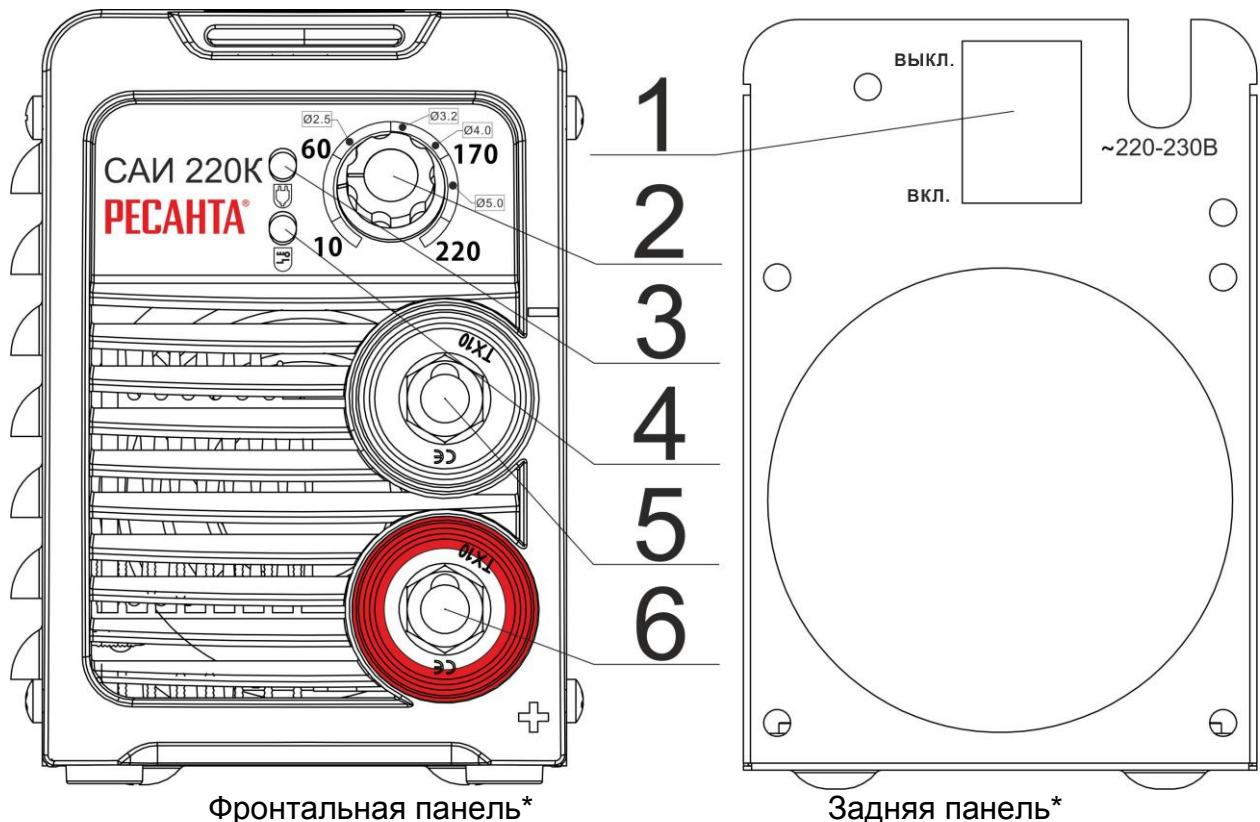

рис. 1
Изделие выполнено в металлическом корпусе. На передней панели имеется регулятор величины сварочного тока (рис.1 поз.2), индикатор "сеть" (рис.1 поз.3), индикатор "перегрев" (рис.1 поз.4), а также силовые разъемы подключения сварочных кабелей (рис.1 поз.5,6). Аппарат оснащен принудительной системой вентиляции, ввиду этого, категорически запрещается закрывать чем-либо вентиляционные отверстия в корпусе.
1. Присоединить к силовым клеммам (см. рис.1 поз. 5 и 6) аппарата кабель с электрододержателем и кабель заземления в зависимости от требуемой для данной марки электрода полярности. В большинстве случаев кабель с электрододержателем подсоединяется к плюсовой клемме, а кабель заземления (масса) к минусовой клемме.
2. Убедиться в том, что выключатель "Сеть" (рис.1 поз. 1) находится в положении "ВЫКЛ".
- Убедиться в том, что регулятор (рис.1 поз. 2) находится в положении минимального сварочного тока.
- Включить аппарат выключателем "Сеть" (рис.1 поз.1).
- Вставьте необходимый электрод в электрододержатель и поворотом регулятора величины сварочного тока (рис.1 поз. 2) установить требуемое значение, согласно нижеприведенной таблице. Рекомендуется всегда следовать инструкциям производителя электродов, так как в ней указаны и полярность подсоединения кабелей, и оптимальный ток сварки.
- После окончания производства сварочных работ установить регулятор (рис.1 поз. 2) в положение минимального сварочного тока.
- Выключить аппарат выключателем "Сеть" (рис.1 поз.1).
- Держа сварочную маску перед лицом, «чиркните» электродом по поверхности свариваемой детали (как при зажигании спичкой). Данный метод наиболее продуктивный для зажигания сварочной дуги (рис.1).
1. Не горит индикатор "Сеть" (рис.1 поз.3)	1. Проверить подключение аппарата к сети. 2. Проверить положение выключателя "Сеть".
3. Загорается индикатор "Перегрев" (рис.1 поз.4)	1. Превышение величины ПН. Температура внутри аппарата высокая – дайте остыть аппарату. 2. Повышенное скопление пыли в аппарате – обратитесь в сервисный центр